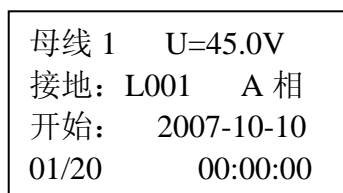
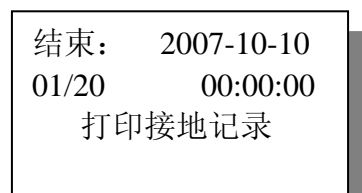

图 5.6
图 5.7
a) “接地故障追忆”：可显示最近 20 次接地故障信息。失电后记录不丢失。接地故障信息显示如图 5.6、5.7 所示：
键盘操作：使用“→”“←”方向键可选定查看一条接地记录，使用“↑”“↓”方向键可翻页查看本条记录的全部信息（如图 5.6、图 5.7）。当光标处于“打印接地记录”时，按“确认”键进行打印。如果故障追忆表内无接地内容，则显示“无记录”，按任意键返回。